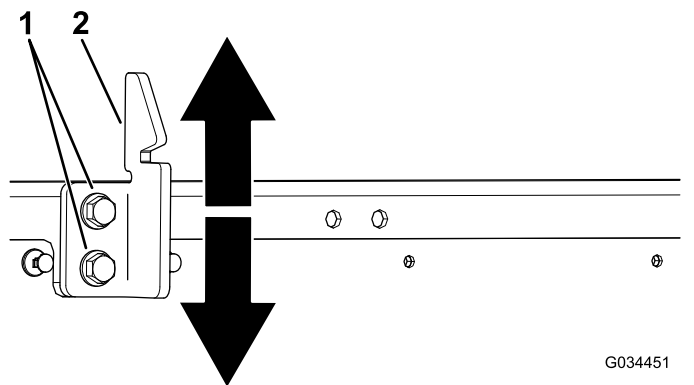

Figura 65
3. Slăbii cele 2 uruburi de pe zăvorul platformei și deplaseai zăvorul în sus sau în jos, în funcie de poziia prea ridicată sau prea joasă a acestuia. (Figura 65).
4. Strângei cele 2 uruburi de pe zăvorul platformei (Figura 65).